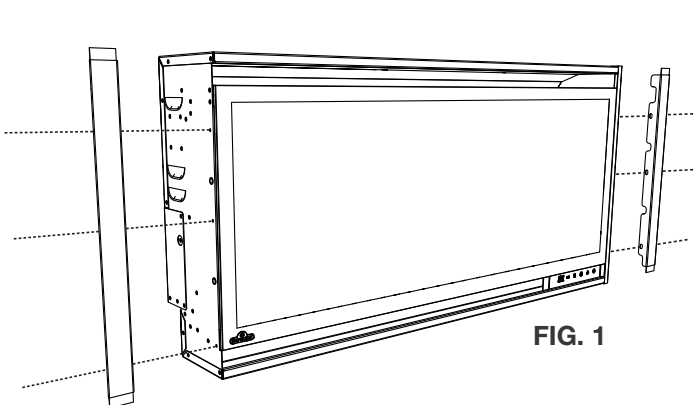

FIG. 1
1. Installez les garnitures gauche et droite et fixez avec les attaches (FIG. 1).